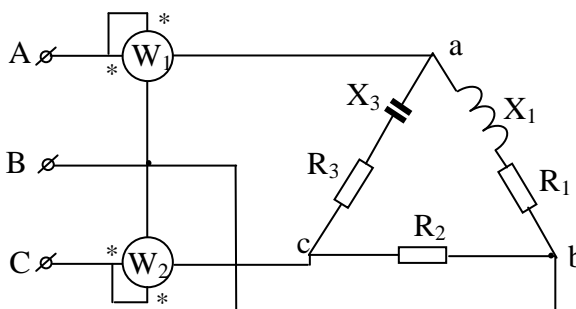

Рис. 3.5.6
3.5.6. Трехфазный несимметричный приемник соединен треугольником (рисунок 3.5.6). Определить показания ваттметров и построить векторную диаграмму, если сопротивления: $R_1=4$ Ом, $X_1=3$ Ом, $R_2=5$ Ом, $R_3=3$ Ом, $X_3=4$ Ом, а линейное напряжение источника питания $U_{\text{л}}=220$ В.